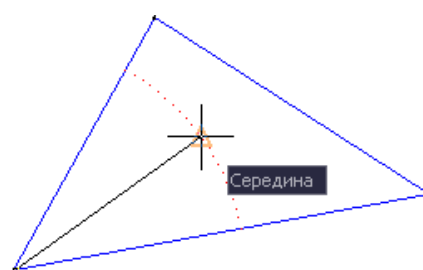

Рис. 3.5
2. Построить отрезок, соединяющий нижнюю вершину треугольника с серединой дуги (рис. 3.5).
**Шаг 3.** Выбрать объектную привязку **Середина**  и подвести курсор к дуге (рис. 3.5). Когда появится метка привязки (треугольник), щелкнуть мышью.